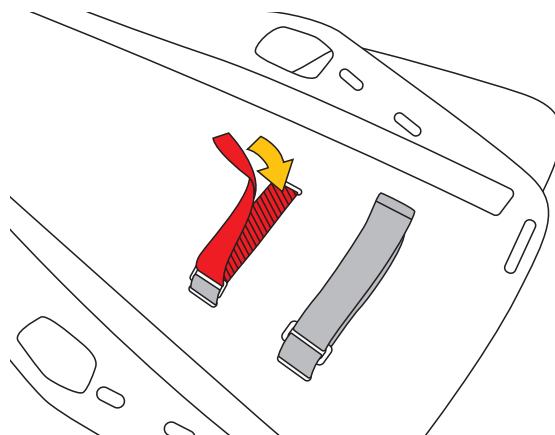

Fig.6
b) Fissare il fermacapo tirando e sovrapponendo, nella parte sottostante della tavola spinale, le fettucce di velcro (fig. 6).